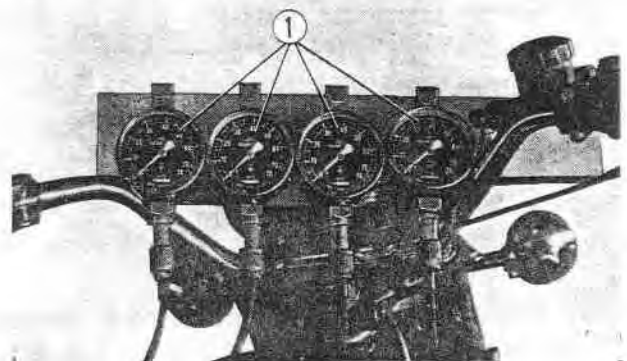

Fig. 6-18 Manomètres à dépression
c. La dépression nominale doit être comprise entre 20 et 22cm de mercure pour chacun des quatre manomètres. Si l'un des manomètres indique une dépression inférieure ou supérieure à la dépression nominale, régler au moyen de la vis de butée de commande des gaz. Pour réduire la pression, tourner la vis de butée dans le sens des aiguilles d'une montre, pour l'augmenter, tourner la vis de butée dans le sens contraire (Fig. 6-18)